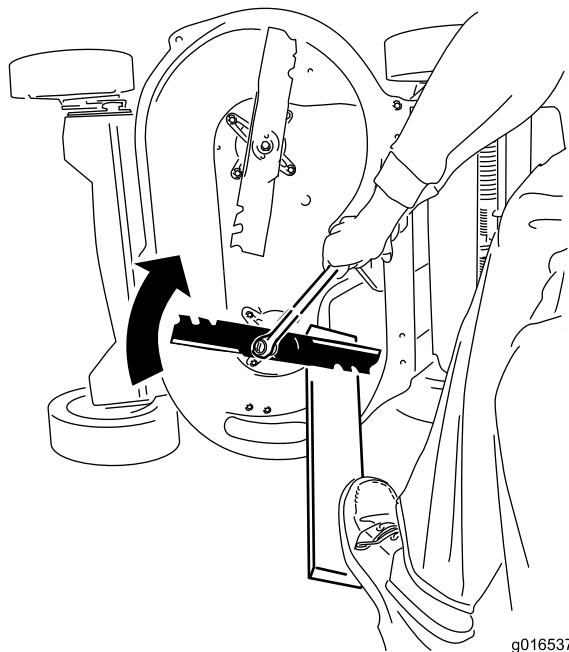

Figure 45
2. Immobilisez chaque lame à l'aide d'une planche et tournez le boulon de lame dans le sens horaire au moyen d'une clé dynamométrique comme montré à la Figure 45; serrez chaque boulon de lame à 82 Nm.